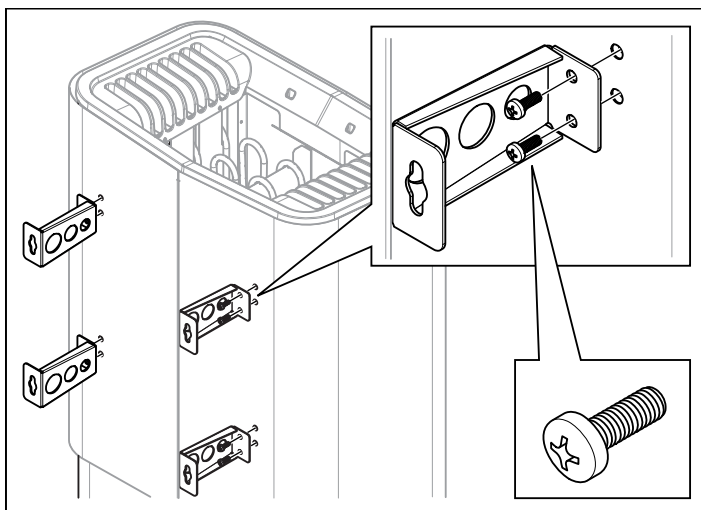

Fig 7: Montera konsolerna på aggregatet
5. Lossa de två första skruvarna på aggregatets baksida och skruva fast en av de fyra konsolerna. Upprepa proceduren tills alla konsolerna sitter på plats se Fig 7.